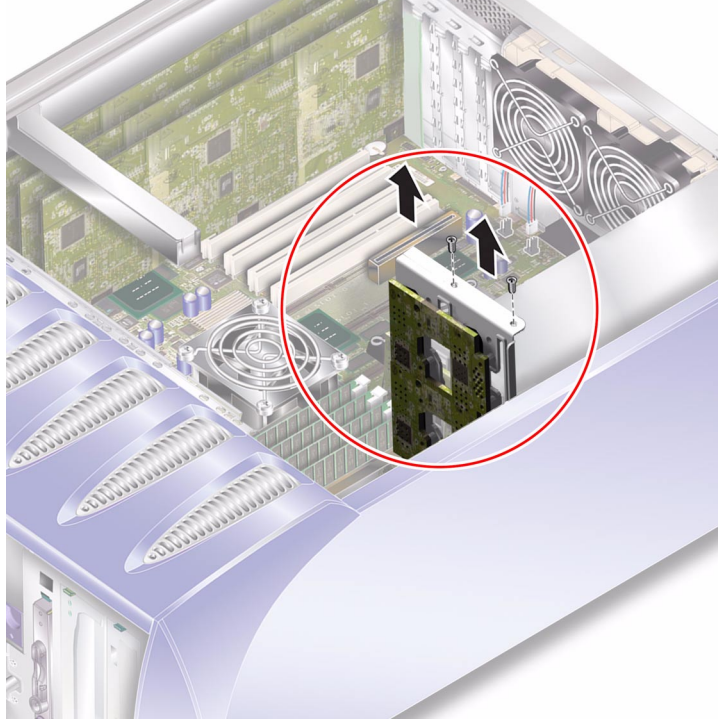

ABBILDUNG 1-13 Ausbau der Stromverteilungskarte
10. Entfernen Sie die Stromverteilungskarte und den Kabelbaum. Siehe ABBILDUNG 1-13.